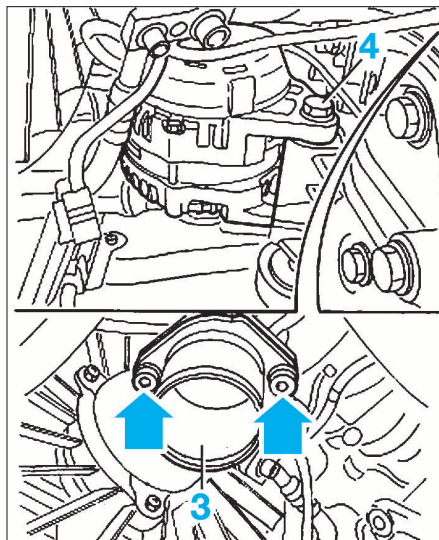

FIG. 14
- Déposer la vis de fixation supérieure (2) d'alternateur.
- Par le dessous du véhicule, déposer le manchon (3) de sortie d'air de la turbine (Fig.14).
- Déposer la vis de fixation inférieure (4) d'alternateur.